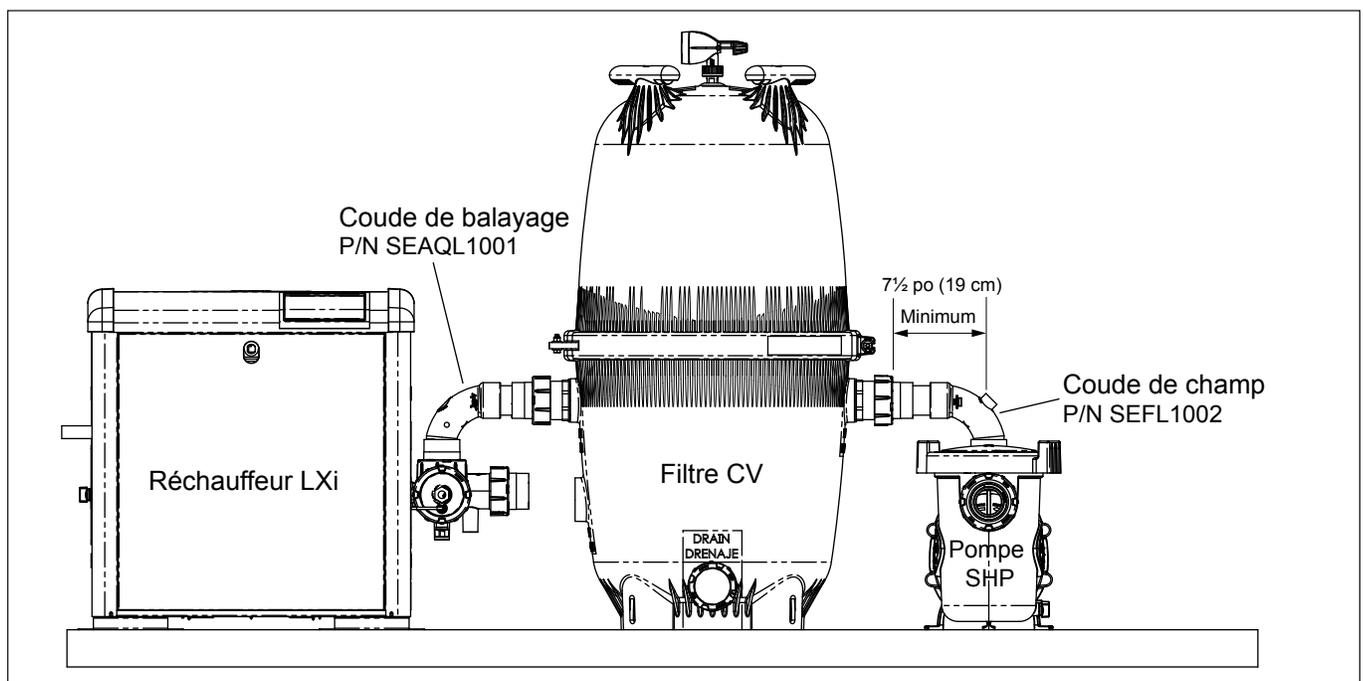

Figure 16. Installation de Coude de champ du Réchauffeur LXi
6. Nettoyez les extrémités découpées de la conduite et les deux extrémités de(s) coude(s) de balayage un nettoyant ou un apprêt polyvalent conforme aux normes NSF®. Collez le(s) coude(s) de balayage et les extrémités découpées de la conduite avec un adhésif ou une colle polyvalent(e) conforme aux normes NSF®. Voir figure 16.